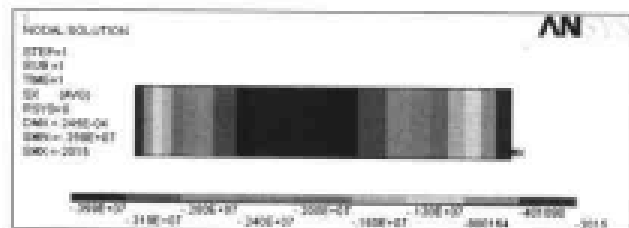

图 13-17 径向应力场分布等值线图
(1) 选择 Main Menu | General Postproc | Plot Result | Contour Plot | Nodal Solu 命令, 出现 Contour Nodal Solution Data 对话框, 选择 Nodal Solution | Stress | X-Component of stress 选项, 单击 OK 按钮, ANSYS 窗口显示径向应力场分布等值线图, 如图 13-17 所示。